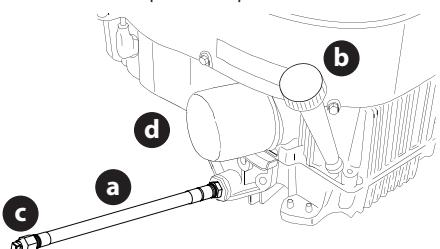

Figure 36
- Repérez l'orifice de vidange d'huile (a) sur le côté du moteur (Figure 36).
- Placez un récipient de récupération d'huile approprié d'une capacité d'au moins 2,37 litres sous l'ouverture du tuyau de vidange d'huile pour collecter l'huile usée. Retirez le bouchon de remplissage huile ou la jauge du tube de remplissage d'huile (Figure 36).
- Tout en maintenant l'extrémité libre du tuyau de vidange d'huile au-dessus du récipient de récupération d'huile, dévissez le bouchon du tuyau à tête carrée (c) de l'extrémité du tuyau de vidange d'huile (Figure 36). Vidangez l'huile moteur dans le récipient de récupération d'huile.
- Retirez le filtre à huile (d) et videz-le dans le récipient de récupération d'huile (Figure 36).
- Remettez le filtre à huile (d) en place, puis remplissez le moteur avec de l'huile neuve comme indiqué dans la notice d'utilisation du moteur (Figure 36).